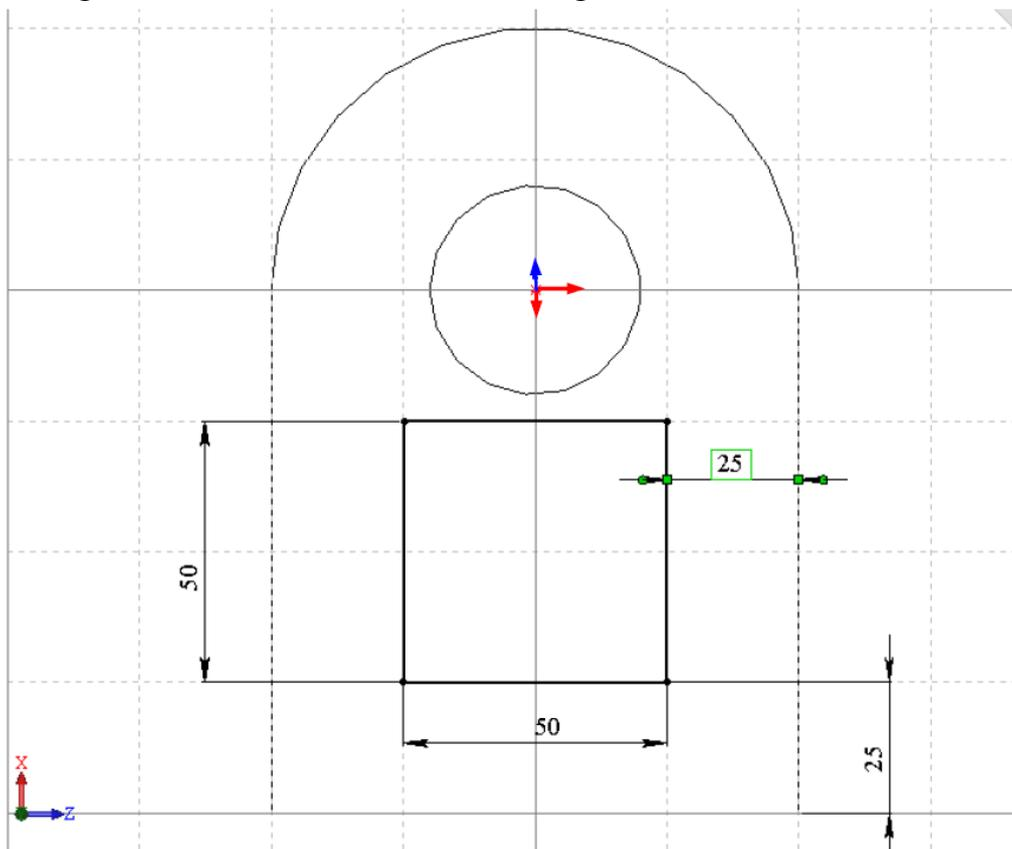

Рис. 1.20. Установление размеров
5.2. Активизировать функцию “Прямоугольник”, вычертить прямоугольник, установить требуемые размеры квадрата и его расположения относительно существующих кромок детали, как показано на рис. 1.20.